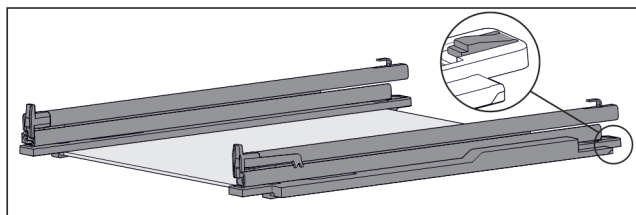

Fig. 105 Ripiano in vetro con guide e fermi
- ▶ Premere il fermo sul lato posteriore (vedere Fig. 105) e allo stesso tempo spingere la guida all'indietro.